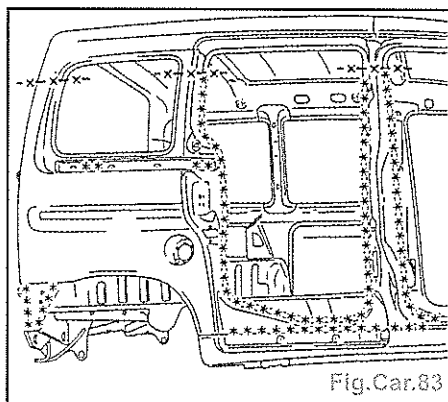

Fig.Car.83
- Tracer puis découper à l'aide d'une scie (Fig.Car.83).
- Souder par points électriques (Fig.Car.83/84).
- Souder par points bouchons MAG (Fig. Car.83/84).
- Souder par cordon MAG (Fig.Car.83/84).
- Meuler les points de soudure MAG (Fig. Car.83/84).